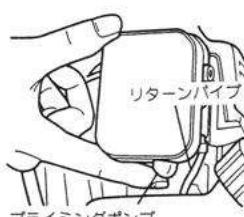

図28
- ①化粧器下のプライミングポンプを数回押してください。(リターンパイプに燃料が流れてきたらプライミングポンプを押すのをやめてください)(図28)